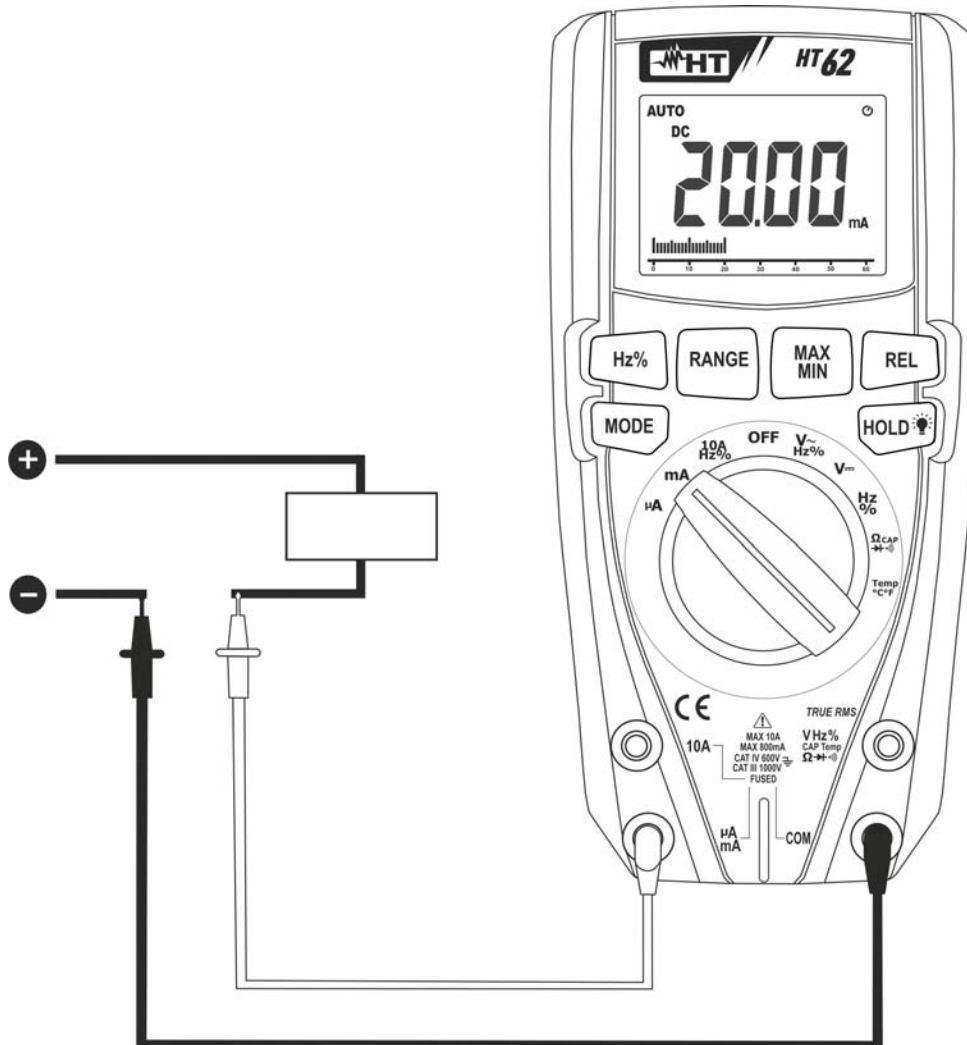

Fig. 9: Uso del instrumento para medida de Corriente CC
4. Conecte la punta roja y la punta negra en serie con el circuito del que se quiere medir la corriente respetando la polaridad y el sentido de la corriente (vea Fig. 9).
7. La visualización del símbolo "-" en el visualizador del instrumento indica que la corriente tiene sentido opuesto respecto a la conexión de Fig. 9.